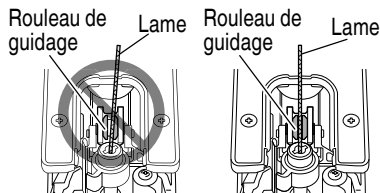

Fig. 3
- S'assurer que la lame est située dans la rainure du rouleau de guidage. (Fig.3)